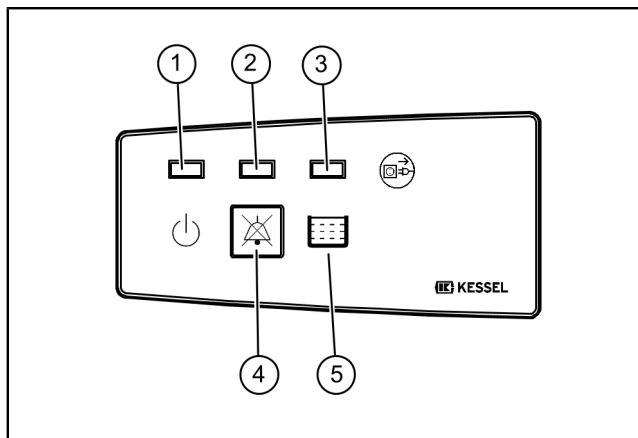

Fig. 7: Oversigt over display
Hvis der foreligger en tilstand, der udløser en alarm, lyser alarm-LED (2), og et af de andre LEDer om nødvendigt. Når alarmårsagen er afhjulpet, kan alarmen bekræftes ved at trykke på knappen (5) (på "Fig. 7: Oversigt over display", side 20).